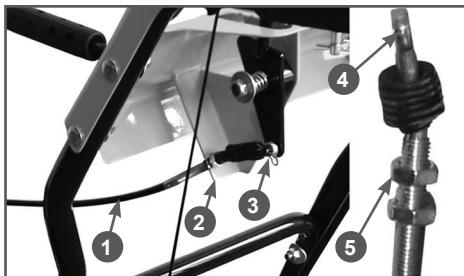

Рис. 15 Установка троса управления дефлектором
- Подключите трос управления дефлектором к рычагу управления дефлектором (только для ST661). Смажьте наконечник троса 4 и ось 3 рычага управления дефлектором многоцелевой консистентной смазкой CHAMPION EP-0. Установите наконечник троса 4 на ось 3 рычага управления дефлектором и закрепите его шплинтом (Рис. 15). Концы шплинта разогните. Вставьте оболочку троса в кронштейн 2 панели и затяните гайки 5 (Рис. 15). Проверьте управление дефлектором. При перемещении рычага управления дефлектором назад до упора дефлектор должен полностью открываться. При необходимости, с помощью гаек 5 произведите регулировку троса.